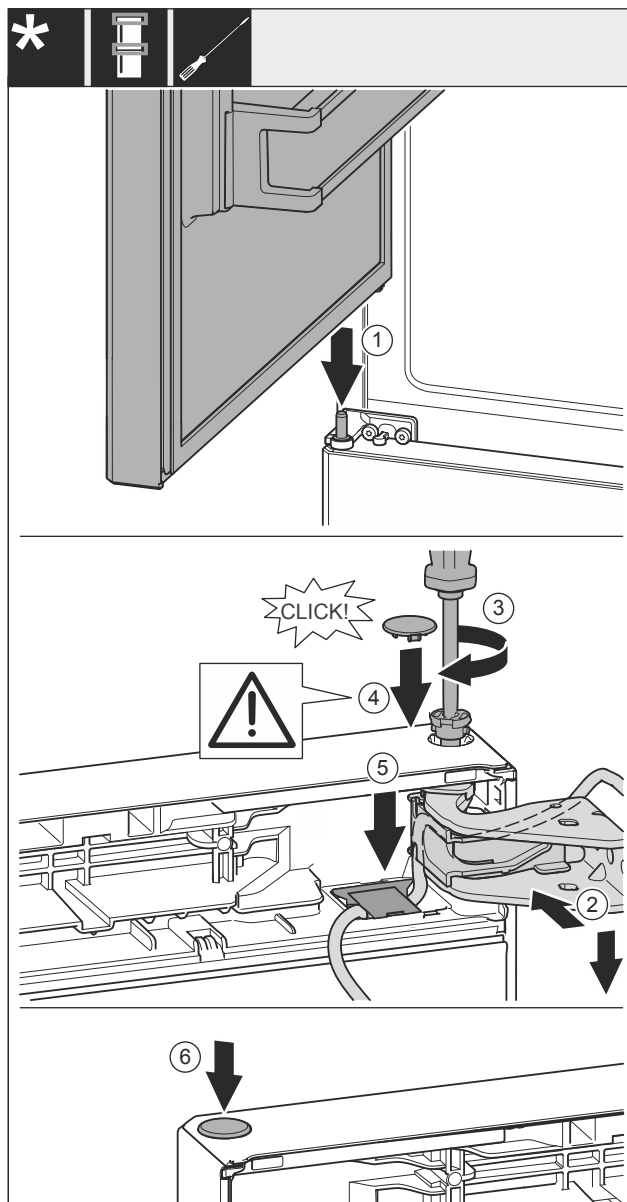

Fig. 59
- ▶ Helyezze rá a felső ajtót a középső csapszegre Fig. 59 (1).
- ▶ Igazítsa be az ajtót fent a csapágycsavarok Fig. 59 (2) nyílásához.
- ▶ Helyezze be a csapszeget Fig. 59 (3), és húzza meg csavarhúzóval.
- ▶ Helyezze be a fedelet Fig. 59 (4).
- ▶ Ellenőrizze, hogy a fedél Fig. 59 (4) felfekszik-e az ajtóra.
- ▶ Helyezze be a fedelet Fig. 59 (5), és nyomja le, míg a helyére nem pattan.
- ▶ Helyezze be a fedelet Fig. 59 (6).